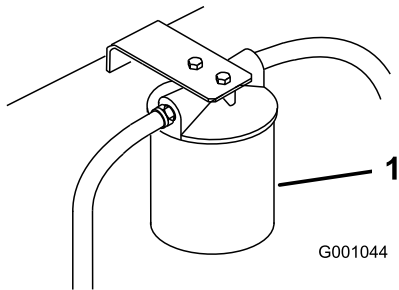

Figura 92
- Collocate una bacinella di spurgo sotto il filtro, togliete il filtro usato e pulite la guarnizione di riduzione del filtro (Figura 92).